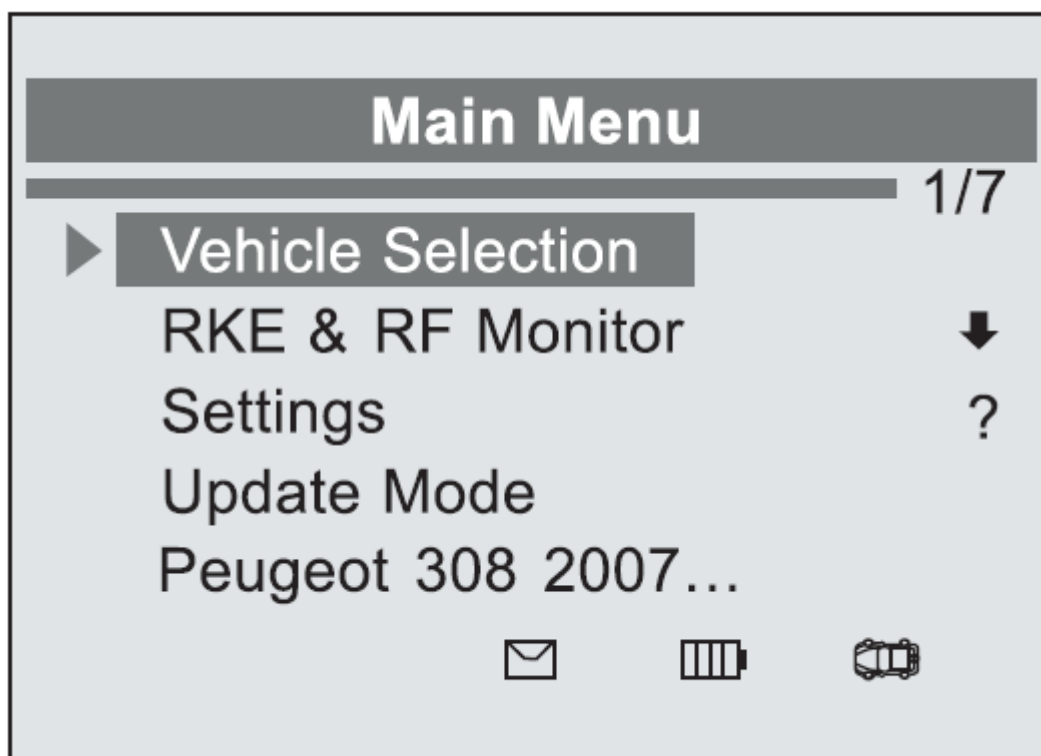

图 4.1
1) 使用 UP/DOWN 滚动按钮，从主菜单的选择车辆选择（图 4.1），然后按 Y 键确认